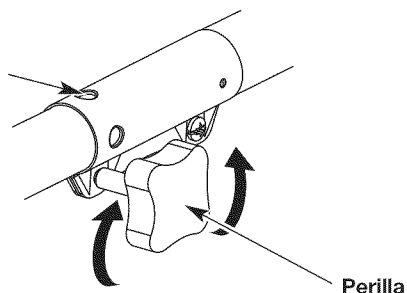
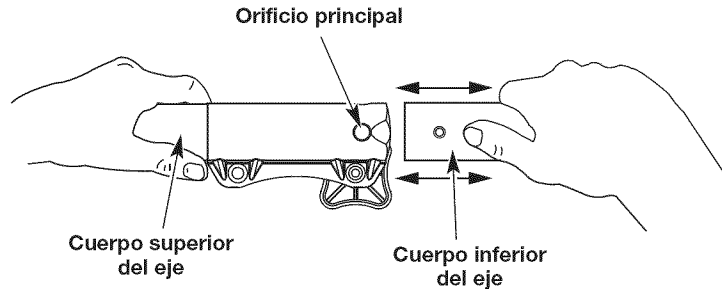

Fig. 1
Fig. 3
1. Para aflojar, gire la perilla en sentido contrario a las agujas del reloj (Fig. 1).
2. Mientras sostiene el accesorio con firmeza, empuje en línea recta hacia dentro del acoplador hasta que el botón de desconexión encaje firmemente en el agujero principal (Fig. 3).
3. Para apretar, gire la perilla en el sentido de las agujas del reloj (Fig. 1).
PRECAUCIÓN: Antes de operar esta unidad, cerciórese de que el botón de desconexión esté completamente encajado en el agujero principal (Fig. 3) y de que la perilla (Fig. 1) esté firmemente apretada.
Para realizar bordeados decorativos con el accesorio de corte con hilo, trabe el botón de desconexión en el interior del agujero de 90° (Fig. 1).
3. Al tiempo que sujeta firmemente la caja del eje superior, saque el accesorio del acoplador (Fig. 3).